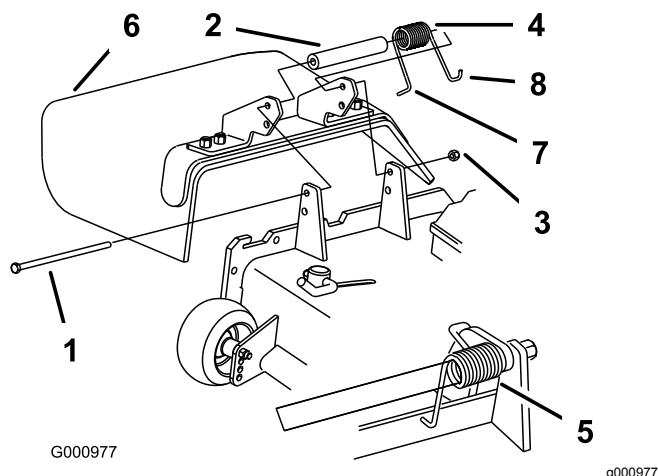

Figura 35
1. Retire a porca de bloqueio, o parafuso, a mola e a cunha que fixam o defletor aos apoios de articulação (Figura 35). Se o defletor de relva estiver danificado ou gasto, retire-o.
- Nota:** Certifique-se de que a extremidade em L da mola está montada por trás da extremidade da unidade de corte antes de colocar o parafuso como se mostra na Figura 35.
3. Coloque o parafuso e a porca. Coloque a extremidade em gancho J da mola em torno do defletor de relva (Figura 35).